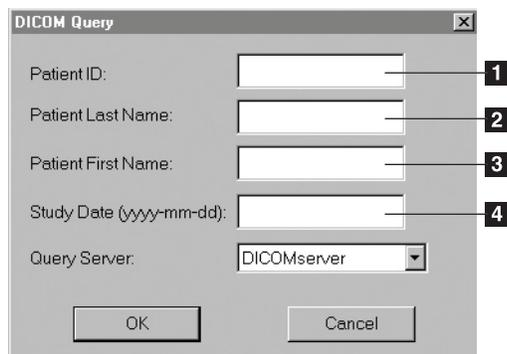

Figura 6-5: Cuadro de diálogo DICOM Query
1. Introduzca la información en el cuadro de diálogo DICOM Query. Consulte la Figura 6-5; el elemento 1 o el elemento 2 son necesarios, el elemento 3 y el elemento 4 no son necesarios.